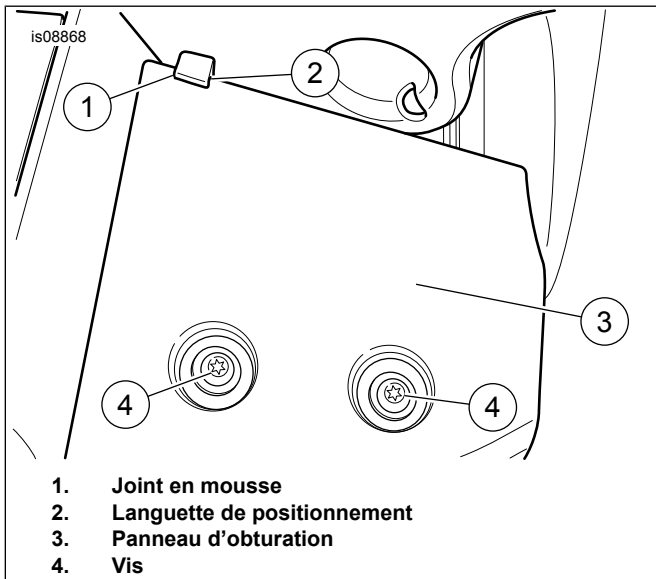

Figure 9. Panneau d'obturation et languette de positionnement – mousse
10. Voir Figure 9 . Replier un morceau de joint découpé (1) sur la languette de positionnement (2) du panneau d'obturation. Poser le panneau (3). Appliquer une goutte de Loctite 243 (bleu) sur les filets propres de la vis (4). Poser les vis. Serrer.